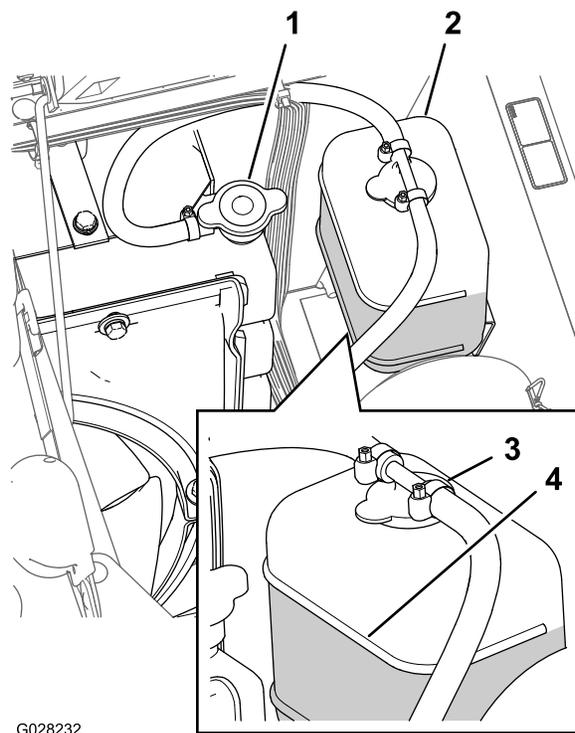

Figura 86
3. Retire cuidadosamente a tampa do radiador e a tampa do depósito de expansão (Figura 86).
Nota: O radiador deverá encontrar-se cheio de líquido até ao cimo do tubo de enchimento e o nível de líquido no depósito de expansão deverá atingir a marca Cheio no depósito (Figura 86).
5. Se o nível do líquido de arrefecimento for baixo, retire a tampa do depósito de expansão e o tampão do radiador, encha o depósito de expansão até à marca Cheio e o radiador até ao cimo do tubo de enchimento (Figura 86).
6. Volte a colocar as tampas no radiador e no depósito de expansão (Figura 86).
2. Aguarde até o motor estar frio e depois retire o tampão do radiador (Figura 86).
6. Retire o tampão do radiador (Figura 86).
8. Ligue o motor com a tampa sem aperto no radiador (Figura 86).
10. Assim que o líquido de arrefecimento tiver aquecido, encha o nível do líquido até à superfície de vedação e aperte o tampão (Figura 86).
11. Abra a tampa do depósito de expansão e encha o depósito com líquido de arrefecimento até ao nível Frio (Figura 86).